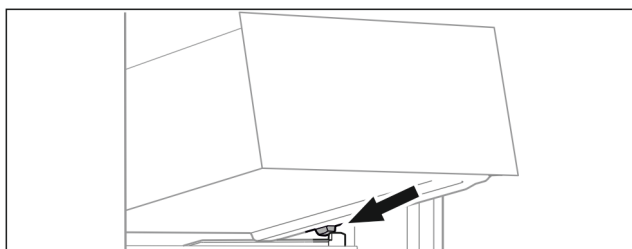

Fig. 134
- Applicare il cassetto inclinandolo dietro i fermi sulla nervatura del contenitore. (vedere Fig. 134)